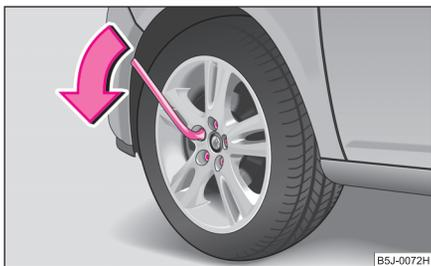

Abb. 172 Radwechsel:
- Fassen Sie am Schlüsselende an und drehen Sie die Schraube etwa **eine** Umdrehung nach links ⇒ Abb. 172.